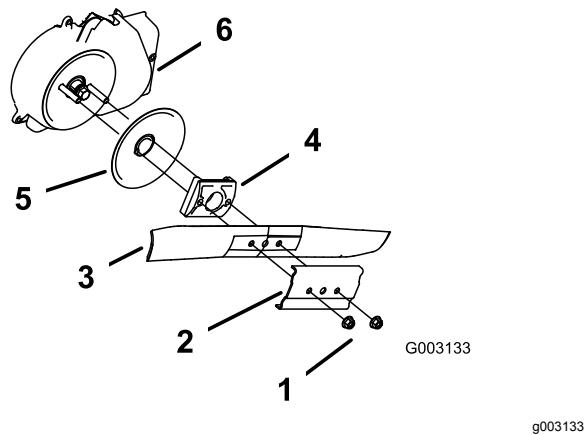

図 35
3. ブレードナット 2 個とスティフナを取り外す 図 35。
4. ブレードを取り外す 図 35。
5. ブレードドライバとディスクを取り外す 図 35。
6. ブレードブレーキのクラッチのシールドを外す 図 35。
10. ブレードとスティフナを元通りに取り付ける 図 35。